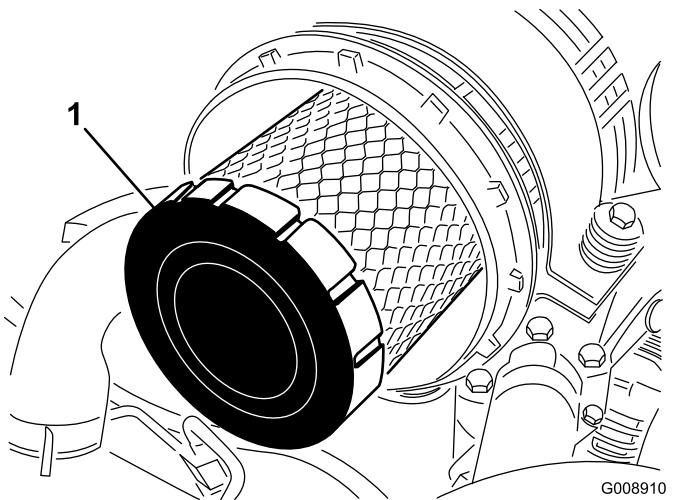

Figure 91
- Déposez le préfiltre (Figure 91).